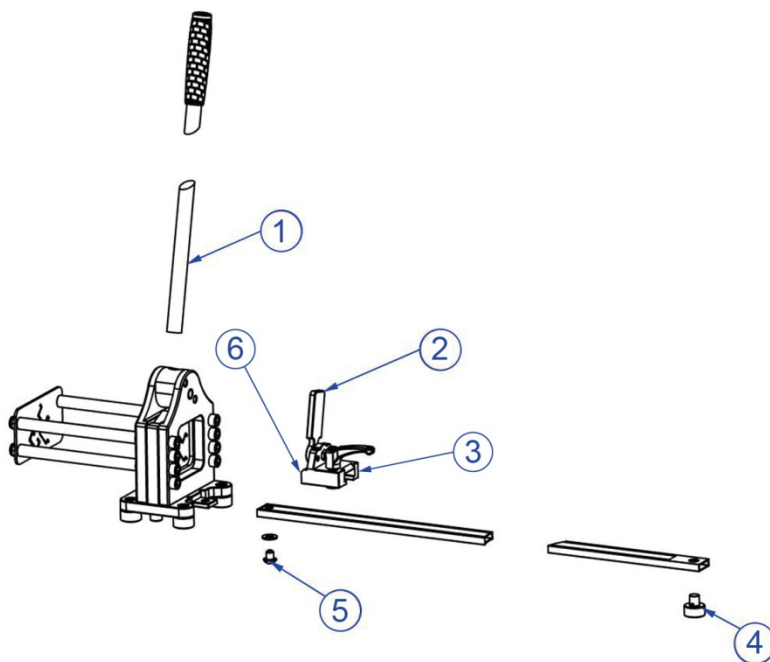

Fig. 3: Monteringsrekkefølge
- Skru først håndspaken inn i eksenterspaken (fig. 3, pos. 1) og stram godt til.
- Skyv deretter den merkede linjalen på avsatsen til grunnplaten og fest den med M10x16-skruen og underlagsskive (fig. 3, pos. 5).
- Trykk nå anslaget (fig. 3, pos. 3) inn på linjalen som vist, og klikk den enkle foten (fig. 3, pos. 4) inn i den bakre åpningen til linjalen.
- Still f.eks. anslaget med lesekanten (fig. 3, pos. 6) ved 112,5 mm og mål avstanden mellom anslagsklaffen (fig. 3, pos. 2) og skjæreplaten ved hjelp av en stål målestav.
- Stram M10x16-skruen (fig. 3, pos. 5) slik at linjalen er nøyaktig plassert.